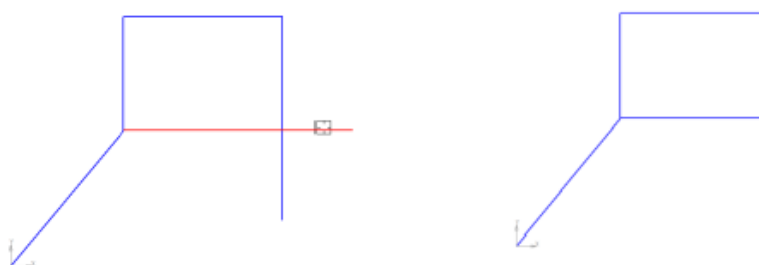

Рисунок 31 – Усечение объектов
7. Усечение объектов. В компактной панели инструментов (слева) активизируйте панель *Редактирование* , выберите команду "Усечь кривую" . Наведите курсор  как это показано на рис. 31 и удалите ненужные части отрезков (последовательно) нажимая левую кнопку мыши.